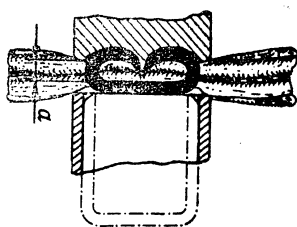

Рис. 13.
Перед прошиванием необходимо установить зазор, величина которого равна просвету «а» загнутой скрепки (см. Рис. 13).
Устанавливая необходимый зазор прошивания, выводят зацеп (14) (см. Рис. 13) в крайнее левое положение и производят пробное прошивание на материале (2-3 раза). Техника наложения шнуса аппаратом заключается в следующем: левой рукой аппарат захватывают